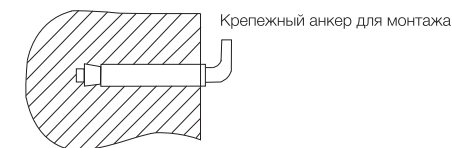

Рис. 5
- После выбора места монтажа определите места под два крепежных болта с крючками (в зависимости от спецификаций выбранного изделия). Прорежьте в стене два отверстия необходимой глубины с помощью сверла размером, соответствующим размеру крепежных болтов, вставьте винты, поверните крюк вверх, плотно затяните гайки, а затем установите на него электрический водонагреватель (см. рис. 5).